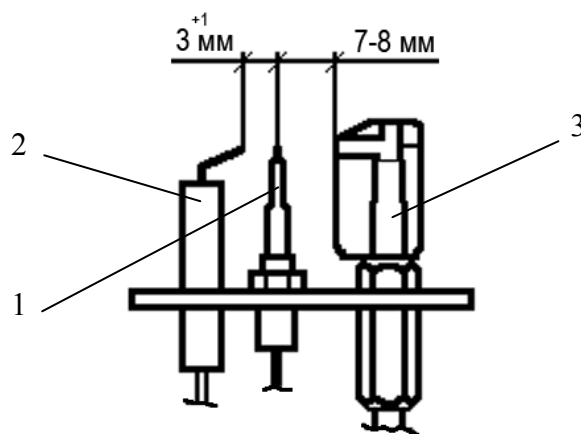

Рис.3. Горелка запальная
4.6. Горелка запальная Рис. 3 предназначена для крепления запальника, термопары, свечи пьезорозжига и розжига основной горелки.
- на кнопку пьезорозжига 2 (рис. 2б)должна проскакивать искра между электродом свечи пьезорозжига 2 (Рис. 3) и термопарой 1.